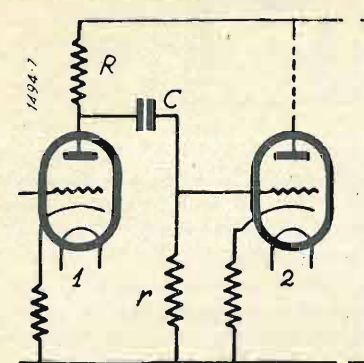

Fig. 1
Le figure dall'1 al 5 mostrano i vari modi schematici per realizzare questo passaggio. Nella fig. 1 è rappresentato l'accoppiamento per resistenza-capacità. In esso la resistenza R fa sì che la tensione alternativa del punto A trova il passaggio alla griglia della valvola 2 attraverso il condensatore C che blocca
2.) La disposizione del condensatore 10.000 cm. è visibile chiaramente nello schema fig. 1 pag. 950 1935.